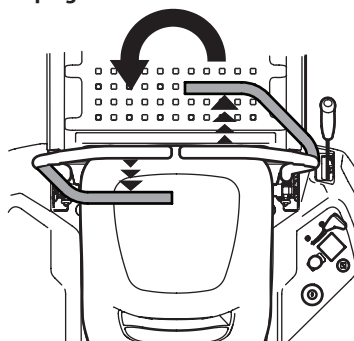

Figure 29
3. Pour tourner dans le sens antihoraire, déplacez le levier de contrôle droite de la barre abdominale vers l'avant tout en déplaçant simultanément le levier de contrôle de la barre abdominale gauche vers l'arrière. Consultez la Figure 29.